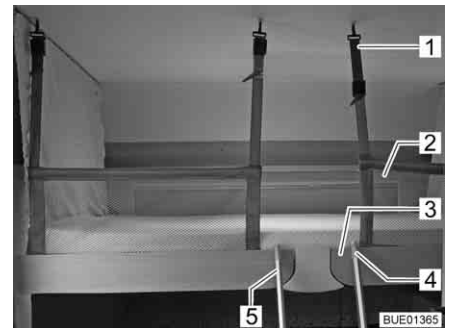

Fig. 83 Letto basculante con rete protettiva montata
La rete protettiva (Fig. 83,2) con le cinture di ritegno è sistemata sotto il materasso del letto basculante. Fissare la rete protettiva soltanto dopo che le persone si sono stese nel letto basculante.
- Agganciare la cintura di ritegno (Fig. 83,1) ai ganci del soffitto.
Per accedere al letto basculante utilizzare solo la scaletta di accesso (Fig. 83,5).
- Agganciare la scaletta di accesso (Fig. 83,5) con le due staffe (Fig. 83,4) nella barra di presa (Fig. 83,3) al letto basculante.
- Staccare la scaletta di accesso (Fig. 83,5) dalla barra di presa (Fig. 83,3) nel letto basculante.